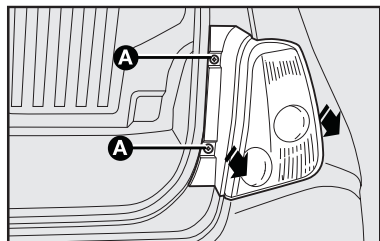

fig. 18
- desapretar los dos tornillos de fijación **A-fig. 18** y extraer el grupo óptico, jalándolo;